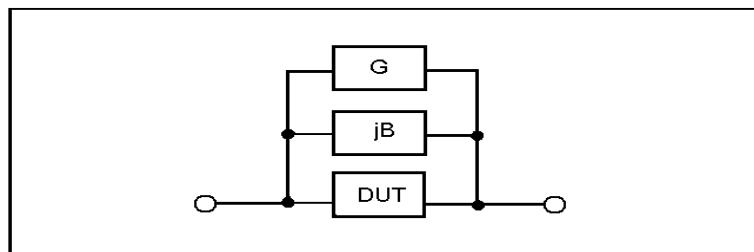

图 3-11 杂散导纳
3.9.1 开路: 用于消除和减小与被测元件相并联的杂散导纳 (G , jB) 造成的误差。如图 3-11 所示。